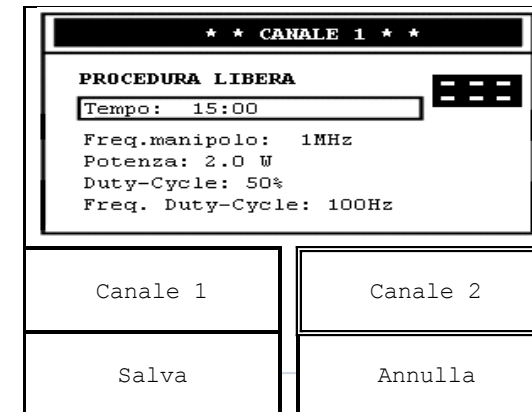

Fig.18
Premendo il tasto funzione relativo al pulsante CANALE 2, viene visualizzato il programma terapeutico attualmente caricato sul canale 2 (vedi fig. 18).
2. per annullare l'operazione di creazione del programma personalizzato, premere il tasto funzione relativo al pulsante ANNULLA (vedi fig. 18); si ritorna alla schermata di fig. 5.